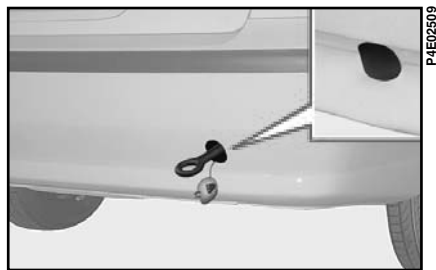

fig. 43
- 2) Scoateți capacul de protecție din față (fig. 43) sau spate (fig. 44/a) cu o șurubelniță potrivită adâncituri capacului.
- 3) Înșurubați până la capăt inelul în filetul din față fig. 44/b sau spate fig. 43.